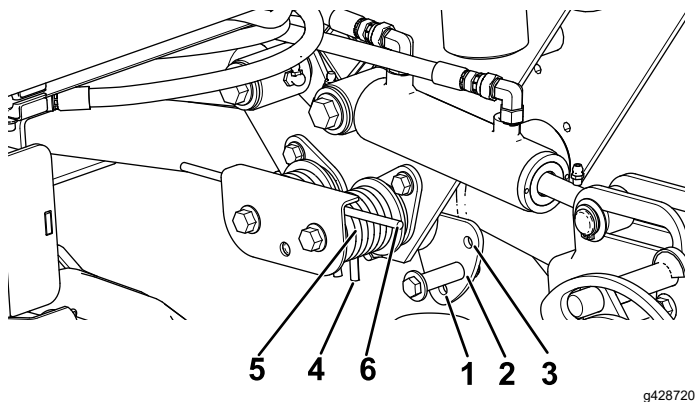

图 45
要更改下压力配置必须拆下收集盘以便从一侧改变两根弹簧弹簧的短端必须骑在收集组件的上缘上图 45。
- 在降低弹簧张力时拆下将弹簧传动器固定到支架上的螺栓和锁紧螺母 (图 45)